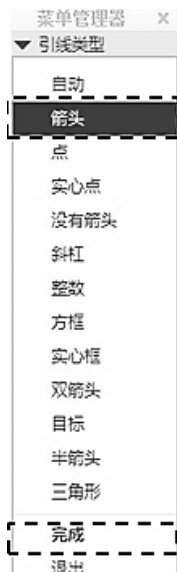

图 9-74 引线类型选箭头
(3) 在放置【类型】栏中选择【法向引线】，如图 9-74 所示，在弹出的菜单管理器中点选【箭头】，单击 $\Phi 80$ 的右边尺寸界线，在放置几何公差的适当位置单击左键。